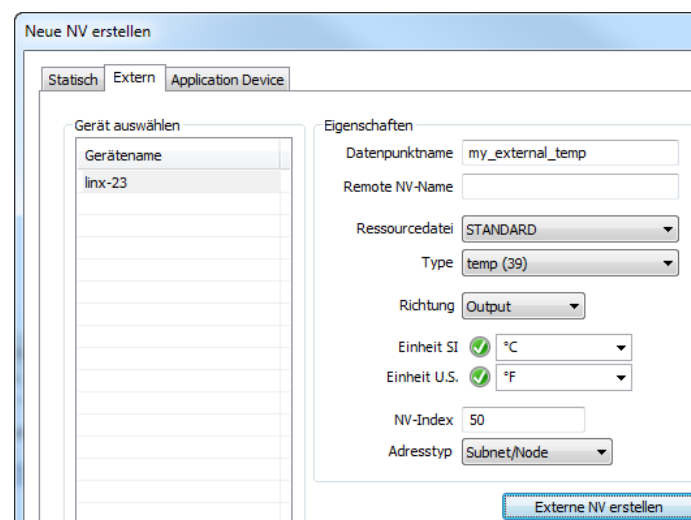

Abbildung 110: Anlegen eines neuen Application-Device
3. Klicken Sie auf den Reiter **Extern** wie in Abbildung 110 dargestellt.